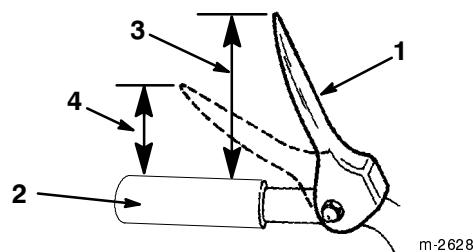

Figure 10
5. Vérifiez la distance entre le bout de la manette de tarière/roue hélice et la poignée du mancheron. L'écartement doit être d'environ 10 cm (4") (Fig. 10).
La résistance augmente de manière perceptible lorsque la courroie d' entraînement devient tendue (à peu près à mi-course de la manette). Le réglage est correct si la résistance **commence** à augmenter quand le bout de la manette de commande de tarière/roue hélice se trouve à une distance de 5 cm (2") de la poignée (Fig. 10).